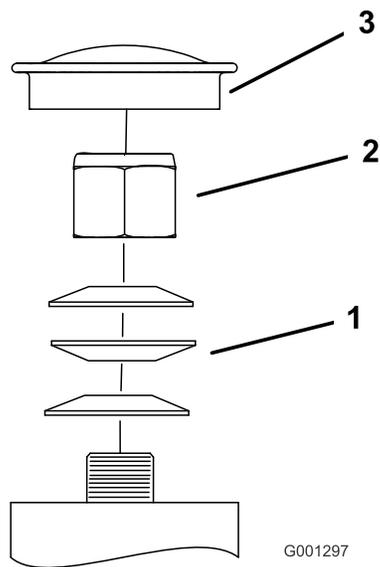

Figure 52
3. Retirez le capuchon antipoussière de la roue pivotante et serrez le contre-écrou (Figure 52).
4. Continuez de serrer le contre-écrou jusqu'à ce que les rondelles élastiques soient aplaties, puis desserrez-le d'un quart de tour pour obtenir la précharge correcte des roulements (Figure 52).
- Important:** Veillez à placer les rondelles élastiques comme montré à la Figure 52.
5. Reposez le couvre-moyeu (Figure 52).